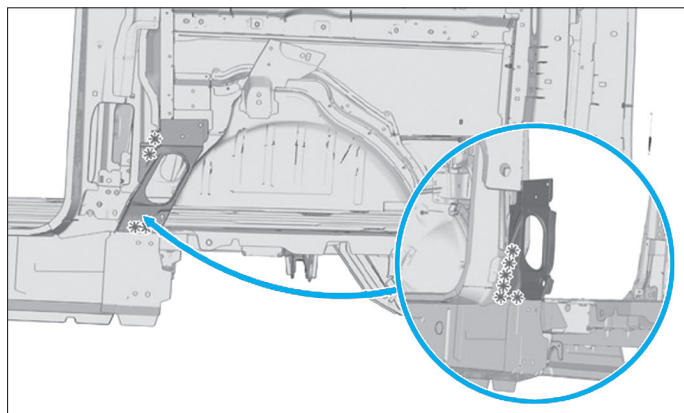

FIG. 105
- Découper les points (Fig.105).